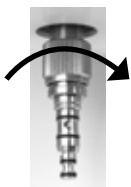

FIG. 1
4. Si vous utilisez un adaptateur pour l'entretien, insérez-le dans le connecteur à quatre trous, puis serrez l'écrou (figure 1).